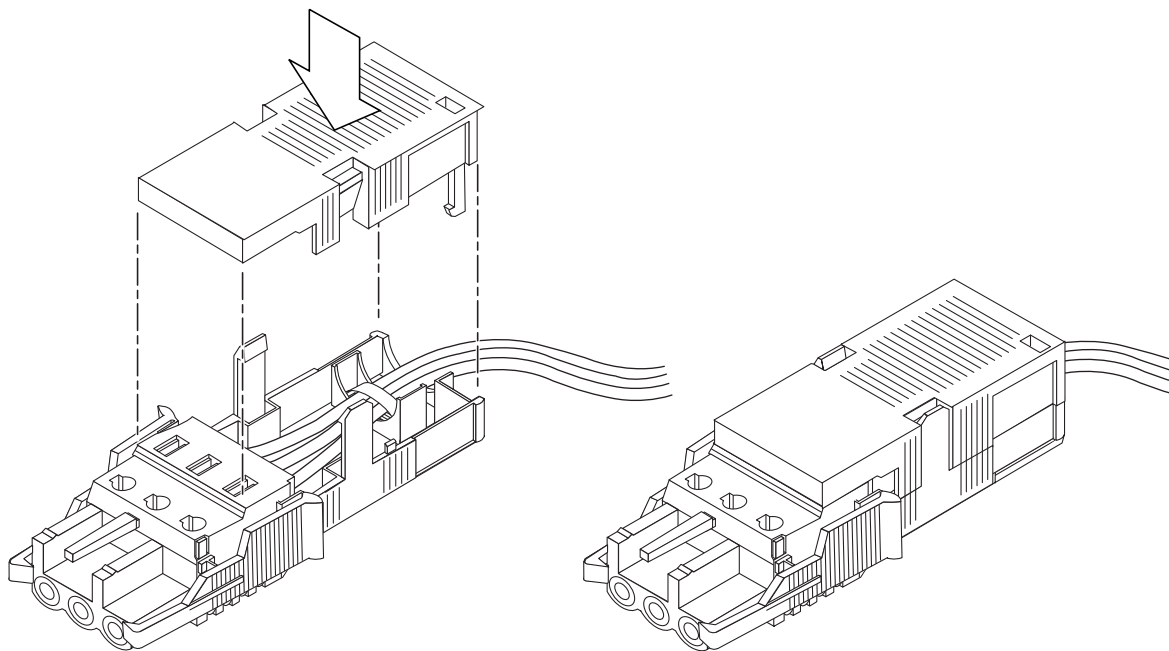

BILD 2-12 Sätta ihop kontakthållare med sträckavlastare
5. Knäpp sedan fast bandet. Sänk ner överdelen (BILD 2-12) så att de tre hakarna på överdelen går in i springorna på likströmskontakten och tryck ihop över- och underdelen så att de klickar ihop.